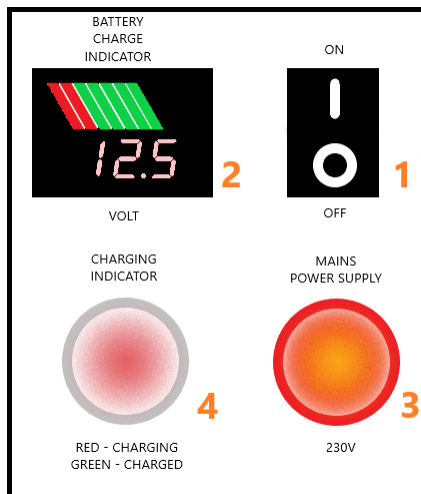

Abb. 7 Stromversorgungssystem - Netzmodus.
2. Schalten Sie die Stromversorgung mit dem Taster **ON/OFF** am Gehäuse ein (**Abb. 7 Pos. 1**);
4. **Abb. 7 Pos. 3** - die Netzstrom-Leuchte leuchtet, dies bedeutet, dass die Betäubungseinheit **VBE-M** nicht durch die Stromversorgung sondern netzbetrieben wird;
5. **Abb. 7 Pos. 4** - die Akku-Ladekontrollleuchte leuchtet:
6. **Abb. 7 Pos. 2** - auf dem Spannungsmesser wird der Akku-Ladezustand angezeigt.